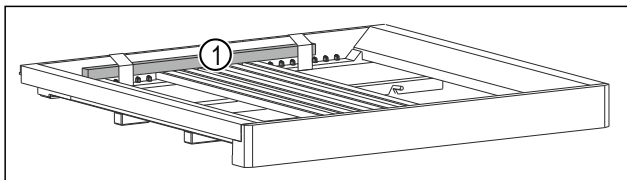

Fig. 3 *
- ▶ Retirer la tige en bois Fig. 3 (1).*